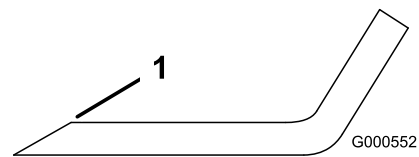

Figure 117
1. Au moyen d'une lime, aiguissez les tranchants aux deux extrémités de la lame (Figure 117).
Remarque: Si la lame est déséquilibrée, limez un peu l'extrémité de l'ailette seulement (Figure 117).